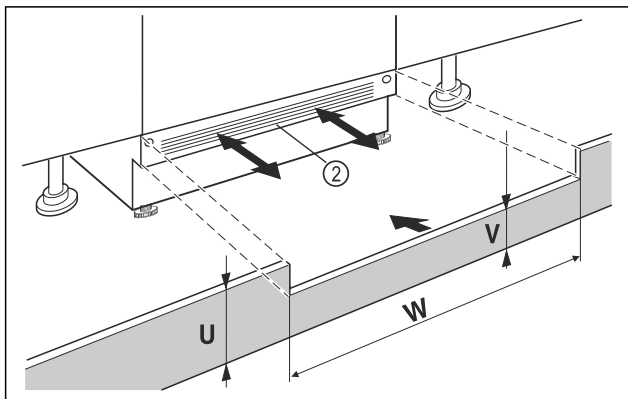

Fig. 16 Ilustrační zobrazení
- Nasad'te krycí lištu spotřebiče Fig. 16 (2) ale ještě nepřipevňujte.
- U viditelné krycí lišty Fig. 16 (2) tuto lištu vytáhněte dopředu natolik, až jsou přední hrana větrací mřížky a nábytkové krycí lišty zarovnané.
- Při zakryté krycí lišty Fig. 16 (2) tuto lištu zasuněte úplně dozadu.
- Dbejte a zcela volně větrací štěrby: V případě potřeby přirůzněte krycí lištu nábytku Fig. 16 (U) na potřebnou výšku!
- Podél šířky výklenku Fig. 16 (W) přizpůsobte výšku můstku Fig. 16 (V) pod krycí lištou spotřebiče Fig. 16 (2).